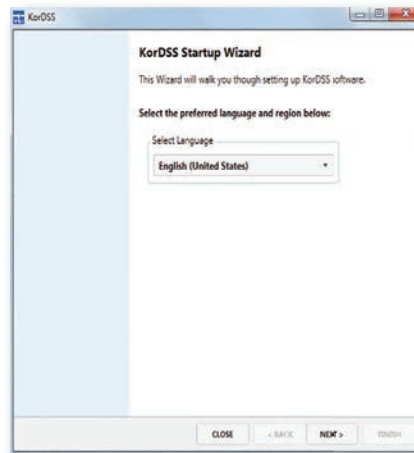

Figura 84 Preferenze lingua KorDSS
1. Dopo che Windows ha aggiornato il software del driver, avviare KorDSS e impostare la lingua preferita (Figura 84). Fare clic su **Avanti**.